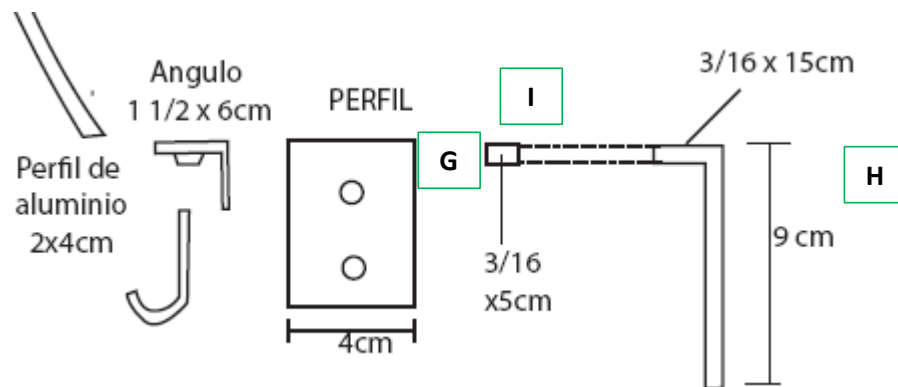

Figura 4: Conjunto de piezas perfil y ángulo
El perfil de las dimensiones descritas lleva dos orificios en la parte posterior para asegurar con chazos de ¼ a la pared. El perfil tiene una perforación de 5/16 al costado superior que atraviesa totalmente el perfil (G). Por estas perforaciones atraviesa un ángulo fabricado en varilla de aluminio de 5/16 doblado a 90° (H), el cual en la punta que atraviesa el perfil, lleva una perforación de 3/16 elaborado con una inclinación de 45° respecto al ángulo de aluminio (I). En dicha perforación se ubica un tornillo de escuadra de 3/16 x 5cm el cual se conecta con la guaya (Figura 4).